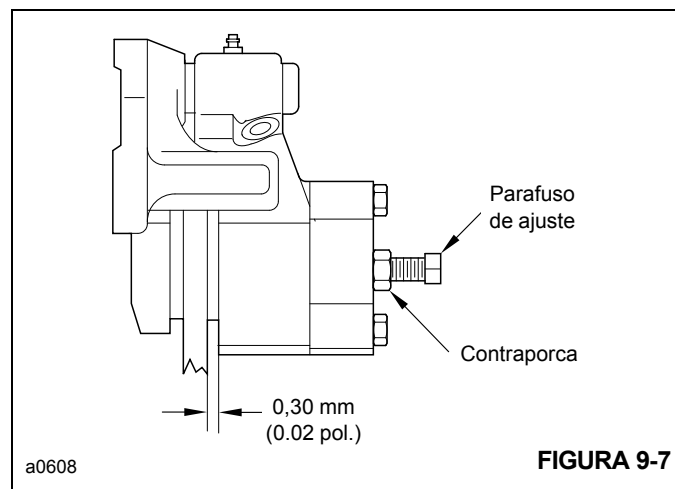

FIGURA 9-7
2. Solte a contraporca e o parafuso de ajuste Figura 9-7.
1. Solte a contraporca e recue o parafuso de ajuste. Consulte a Figura 9-7.